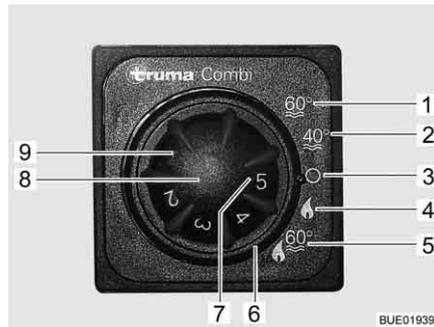

Bild 54 Kontrollenhet för värmesystem/varmvattenberedare
Välj driftläge: ■ Respektive driftläge ställer man in med hjälp av vridströmställaren (Bild 54,6).
Vinterdrift Värmesystemet väljer automatiskt rätt brännarsteg motsvarande den önskade rumstemperaturen. Då önskad rumstemperatur är uppnådd stängs brännaren av. Vid driftläge "värmesystem och varmvattenberedning" (Bild 54,5) värms även vattnet i varmvattenberedaren upp. Värmesystemet kan vid driftläge "endast värmesystem" (Bild 54,4) köras med tom varmvattenberedare.
■ Ställ temperaturvredet (Bild 54,8) på kontrollenheten i önskat värmeläge.
■ Ställ in vridströmställaren (Bild 54,6) på vinterdrift "endast värmesystem" (Bild 54,4) eller på vinterdrift "värmesystem och varmvattenberedning" (Bild 54,5).
Den gröna kontrollampan (Bild 54,7) lyser.
Slå från: ■ Ställ vridströmställaren (Bild 54,6) på "O" (Bild 54,3).